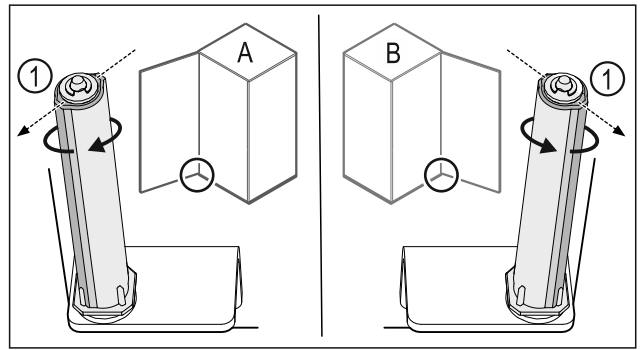

Fig. 40 Розкриття ліворуч (A) / Розкриття праворуч (B)
- ▶ Систему закриття повертати проти опору доки перемичка системи закриття Fig. 40 (1) не показуватиме назовні.